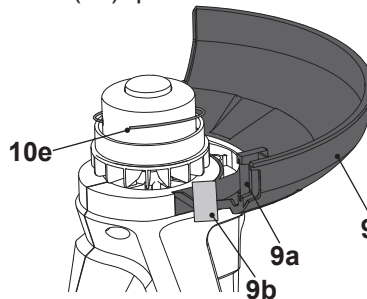

Fig. 6
A proteção (9) protege o operador de objetos projetados durante a operação. Está equipado com uma faca (9a) que corta as linhas de aparar (10e) (Fig. 6).